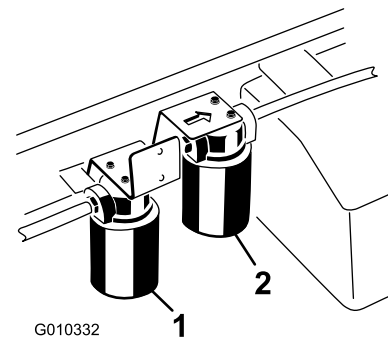

Figure 69
- Placez un bac de vidange sous le filtre et enlevez le filtre (Figure 69).
4. Nettoyez la zone autour de la surface de montage du filtre du système grand débit (Figure 69).